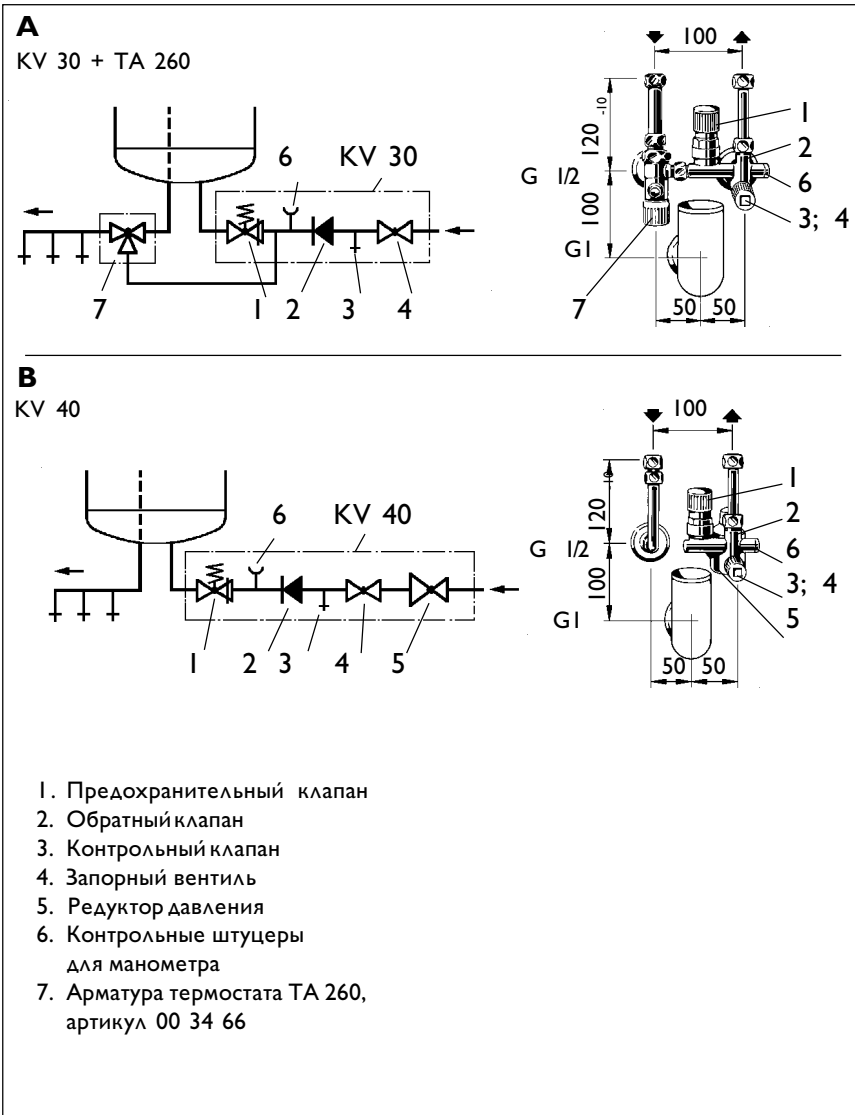

Рис. 7
- Рекомендуется устанавливать проверенные группы безопасности. KV 30, артикул 00 08 26, давление в водопроводной сети до 4,8 бар (рис.7, А) KV 40, артикул 00 08 28, давление в водопроводной сети до 10 бар (рис.7, В).